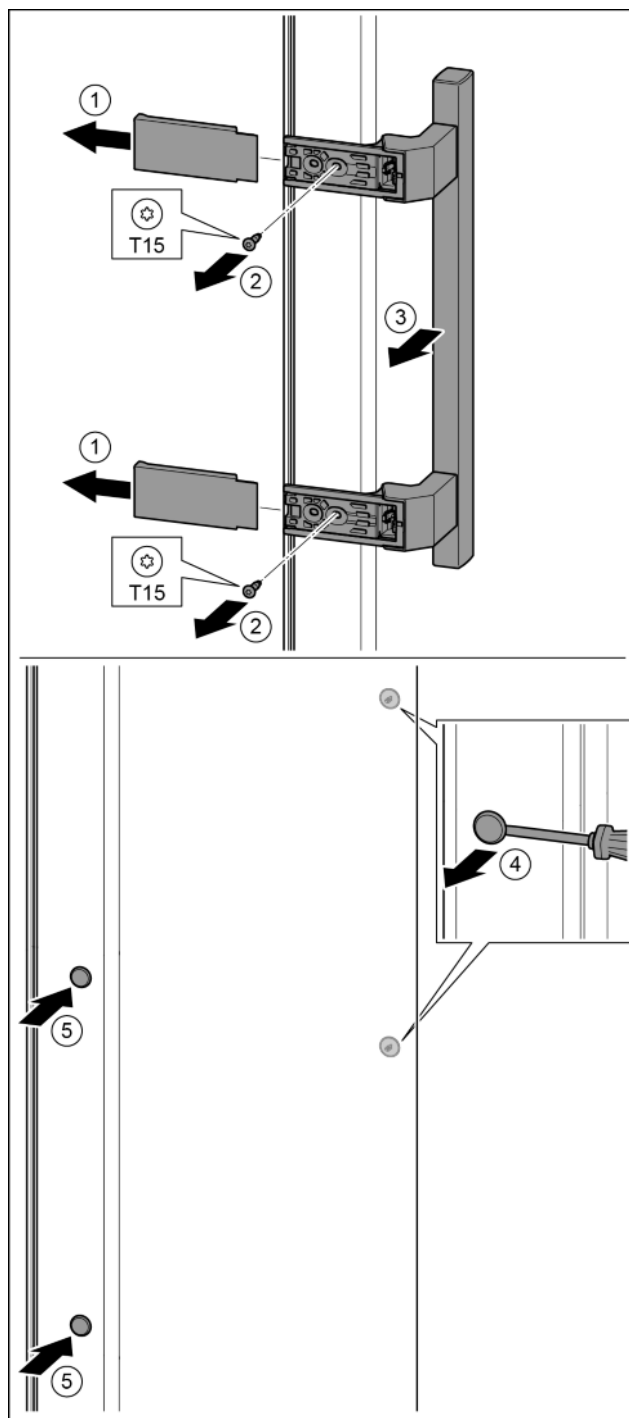

Fig. 36
- ▶ Stáhněte kryt. Fig. 36 (1)
- ▶ Šroubovákem T15 vyšroubujte šrouby. Fig. 36 (2)
- ▶ Sejměte madlo. Fig. 36 (3)
- ▶ Postranní zátku opatrně plochým šroubovákem nadzvedněte a vytáhněte. Fig. 36 (4)
- ▶ Zátku opět vložte na druhé straně. Fig. 36 (5)